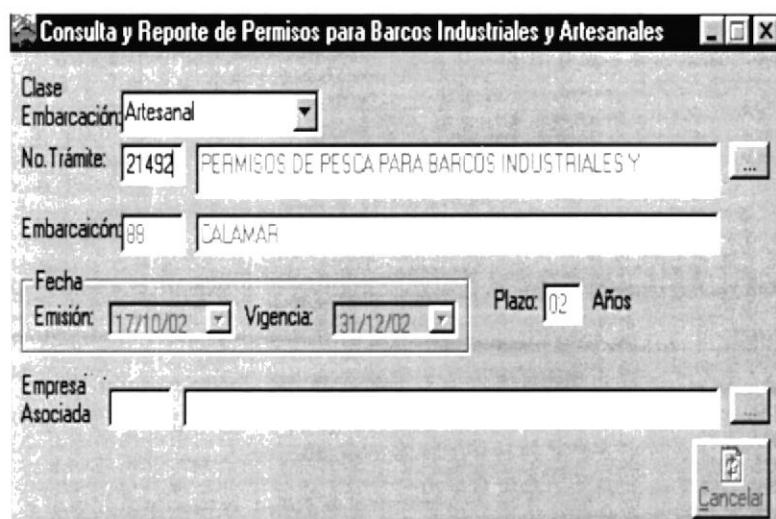

Figura 11.15 Permiso consultado
2. Escoja el N°. de trámite dando click en el botón de búsqueda ..., entonces mostrará en pantalla la información del permiso de pesca consultado (ver figura 11.15)